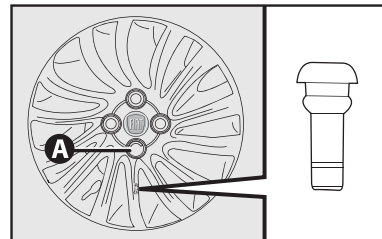

fig. 9
9) Colocar a calota cuidando para que o símbolo ☐, na parte interna, fique em correspondência com a válvula, e dessa maneira o furo maior da calota **A-fig. 9** passe pelo parafuso já fixado;